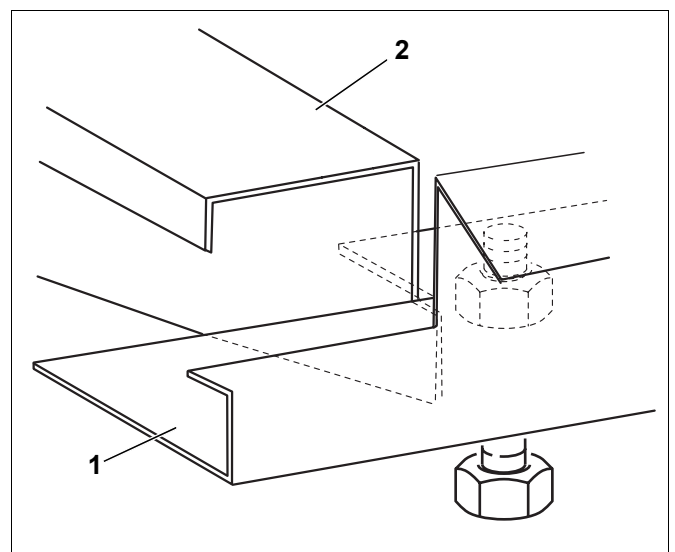

Fig. 39 Inserimento della guida longitudinale sulla traversa trasversale
- Inserire la guida longitudinale (fig. 39, [1]) con l'intaglio anteriore sull'intaglio della traversa (fig. 39, [2]).